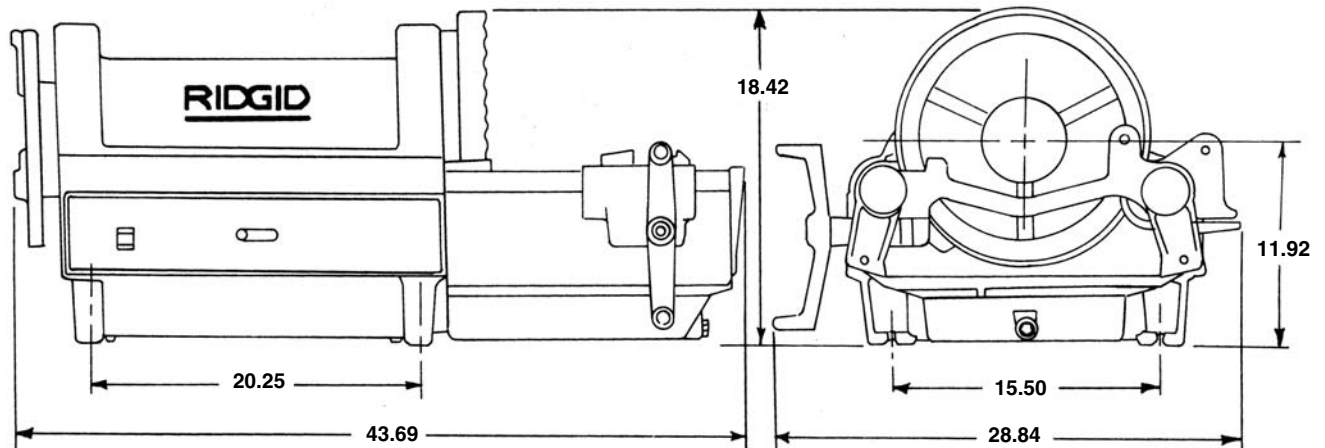

Figure 2 – Dimensions de la 1224
1. A défaut d'un support, la machine peut être installée sur un établi stable. Pour monter l'appareil sur un établi, introduisez les quatre (4) boulons de  $\frac{3}{8}$  po dans les trous prévus à chaque coin de l'embase de la machine. Les dimensions de l'embase sont indiquées à la Figure 2.